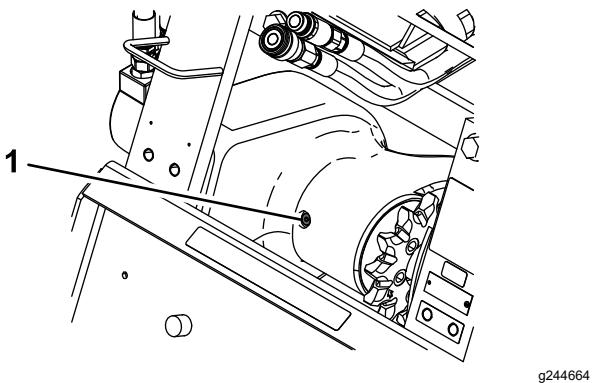

Figura 14
4. Limpe a área em redor do tampão de enchimento na caixa do rolamento (Figura 14).
5. Retire o tampão do furo de enchimento (Figura 14).
3. Limpe a área em redor do tampão de enchimento na caixa do rolamento (Figura 14).
4. Retire o tampão do furo de enchimento (Figura 14).